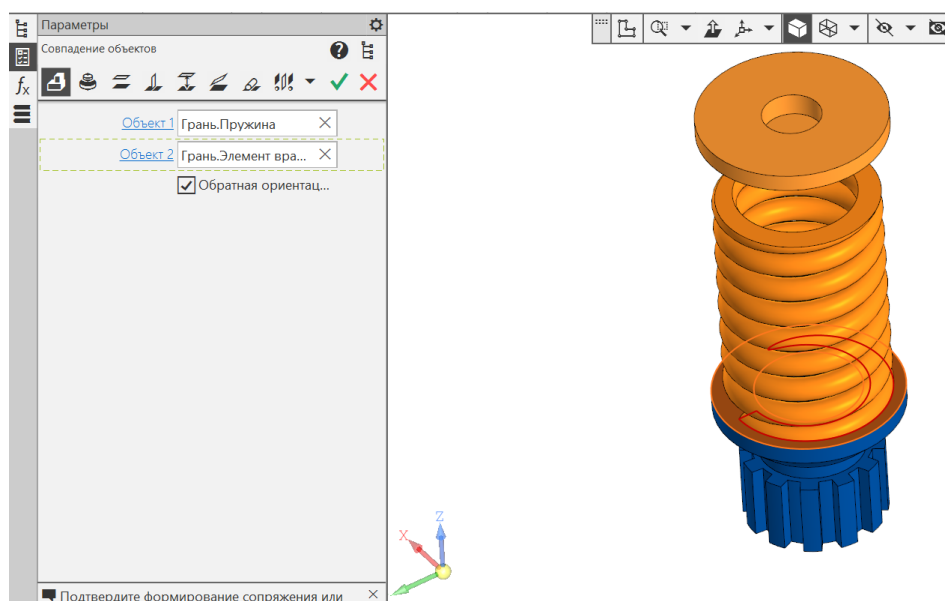

Рис. 27 Сопряжение «Совпадение» Пружины и Клапана
- **Сборка – Размещение компонентов – Сопряжения – Совпадение** (рис. 27): Объект 1 (Пружина) – Грань. Пружина. Объект 2 (Клапан) – Грань. Элемент вращения: 1.